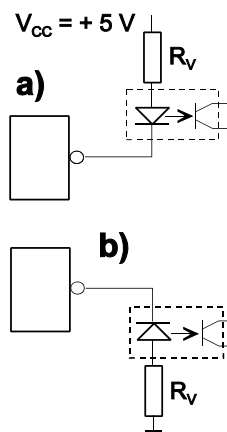

Abb. 8
12. Ein Optokoppler ist von einem TTL-Gatter anzusteuern. Welche der beiden Anschaltungen (Abb. 8) ist besser? Weshalb? Dimensionieren Sie den Vorwiderstand  $R_V$  für einen Durchlaßstrom von 12 mA und eine Flußspannung von 1,7 V.